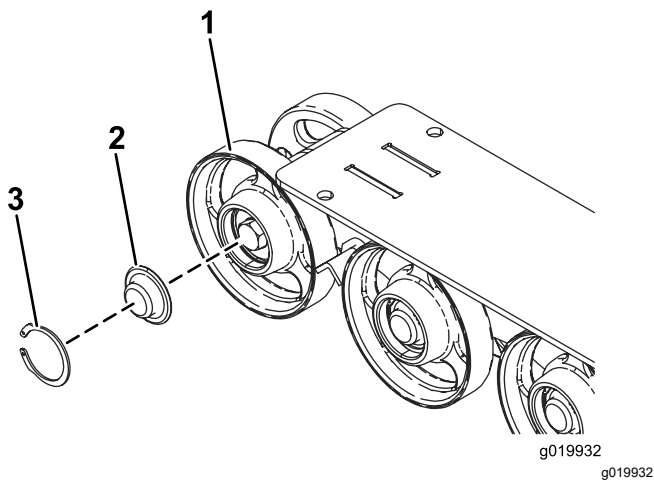

Figura 49
5. Retire o anel de retenção e a tampa da roda de estrada (Figura 49).
6. Verifique a lubrificação debaixo da tampa e em torno da junta (Figura 49). Se estiver suja, com grão ou retirada, limpe todo o lubrificante, substitua a junta e adicione novo lubrificante.
8. Coloque a tampa da roda de estrada lubrificada por cima do perno com cabeça (Figura 49).
9. Fixe a tampa da roda de estrada com o anel de retenção (Figura 49).